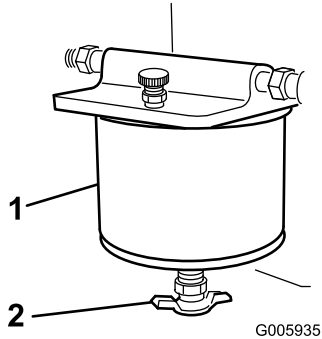

Figure 13
3. Tournez le robinet de vidange jusqu'à ce que l'eau s'écoule du filtre (Figure 13).